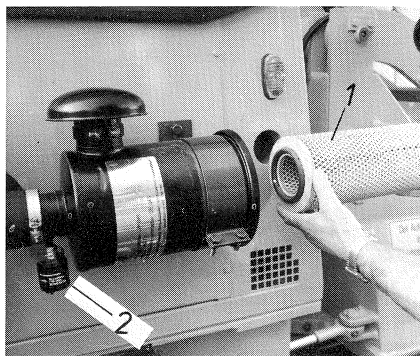

FIG. 55
- (3) Retirer la cartouche filtrante, la nettoyer et la remplacer le cas échéant fig. 55/1.
voir fig. 55/2.
Avant le montage de la cartouche filtrante, examiner le joint pour rechercher d'éventuelles détériorations. Appuyer sur le bouton de commande de l'indicateur de dépression fig. 55/2 jusqu'à ce que le témoin rouge de colmatage s'efface. Vérifier l'étanchéité de la tubulure d'air entre le filtre et le moteur et remplacer cette tubulure le cas échéant.